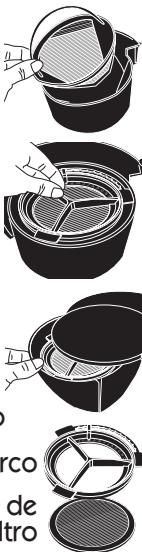

Figura 5
- Inserte un filtro de papel para 10-12 tazas marca MR. COFFEE® o un filtro permanente marca MR. COFFEE® en la canasta removible del filtro (Figura 5).